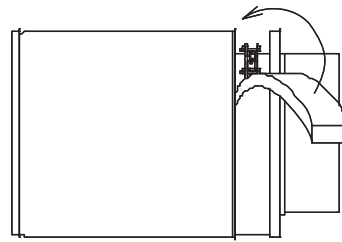

Figure 56 - Longueur ajustable, ÉTAPE D'INSTALLATION E
4. Pour une installation correcte, la longueur ajustable doit présenter un chevauchement adéquat et une réserve suffisante pour la dilatation thermique. Voir **Figure 56** - Longueur ajustable, et **Tableau 15**.
- e. Remplir l'espace entre la paroi intérieure et la paroi extérieure avec la bande isolante fournie. Voir **Figure 56** (CIX seulement).